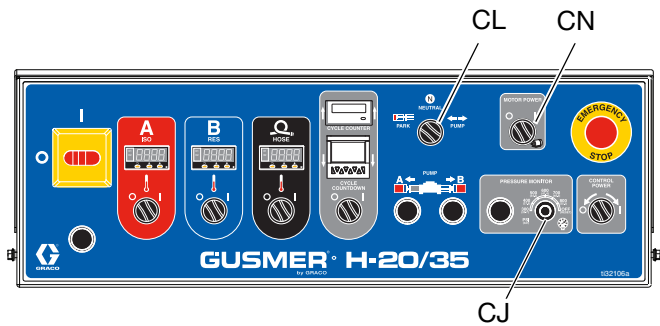

图 39
- 9. 将压力监测旋钮（CJ）关闭。参见图 39 所示。
- 10. 打开马达电源开关，启动液压马达。然后将泵控制开关 (CL) 转到“泵送”。